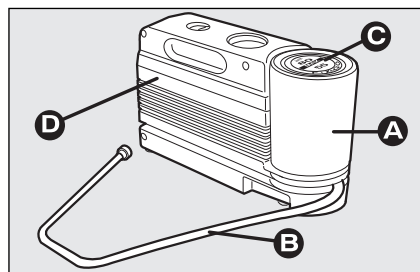

fig. 1
El kit **fig. 1** incluye:
- ☐ un compresor **D-fig. 1** con manómetro y racores que se encuentran en el compartimiento;